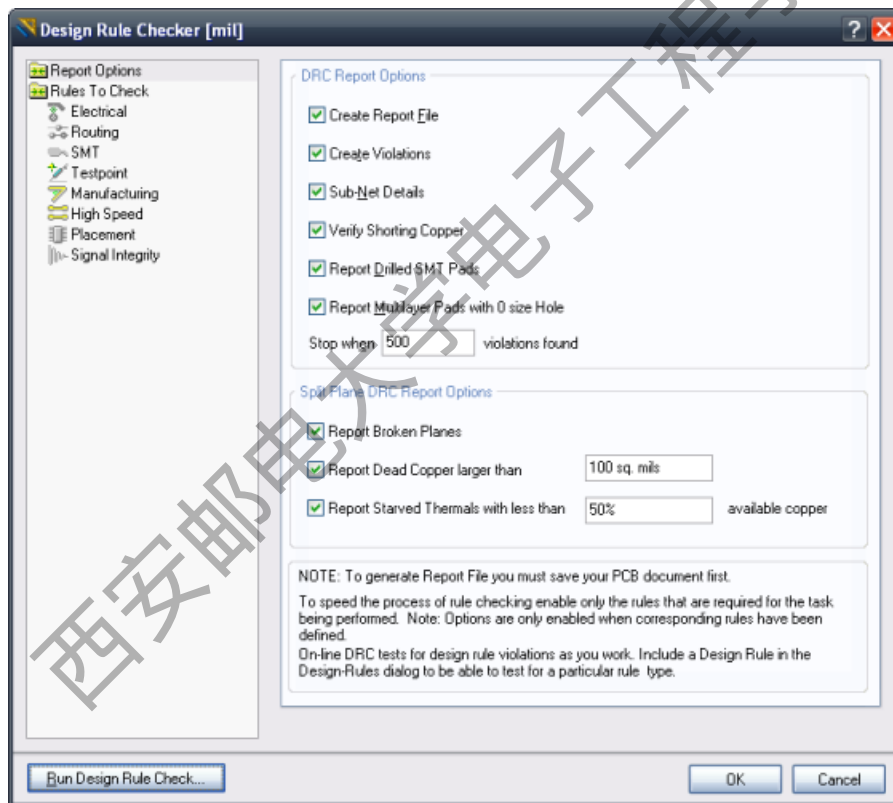

图 2-43 Design Rule Checker 对话框
3. 鼠标点击窗口左边的 Report Options 图标, 如图 2-43 所示, 保留缺省状态下 Report Options 区域的所有选项, 并执行 Run Design Rule Check 命令按钮, 随之将出现设计规则检测报告。并将同时弹出一个消息窗口。